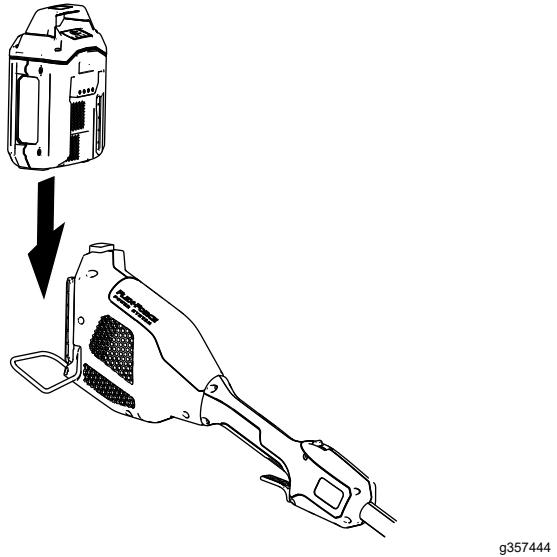

Figure 9
- Alignez le creux de la batterie sur la languette du corps de la poignée (Figure 9).